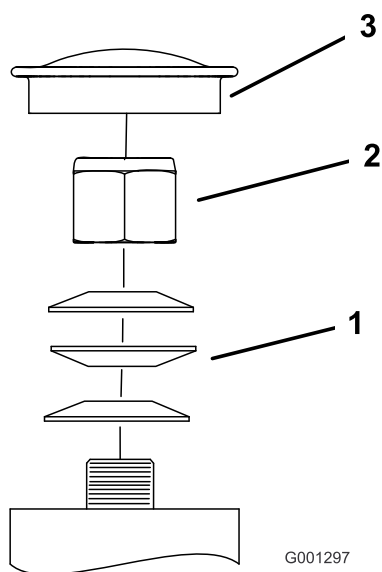

Figura 47
3. Retire el tapón antipolvo de la rueda giratoria y apriete la contratuerca (Figura 47).
4. Apriete la contratuerca hasta que las arandelas de muelle estén planas, luego afloje  $\frac{1}{4}$  de vuelta para establecer la precarga correcta de los cojinetes (Figura 47).
**Importante:** Asegúrese de que las arandelas de muelle están correctamente instaladas, como se muestra en la Figura 47.
5. Coloque el tapón antipolvo (Figura 47).